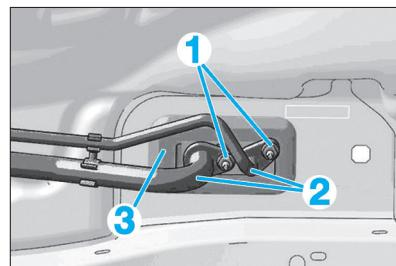

Fig. 10
- les 2 écrous (1) (Fig.10).
- Désaccoupler les conduits de réfrigération (2) perpendiculairement au détendeur de réfrigération en évitant de les déformer.